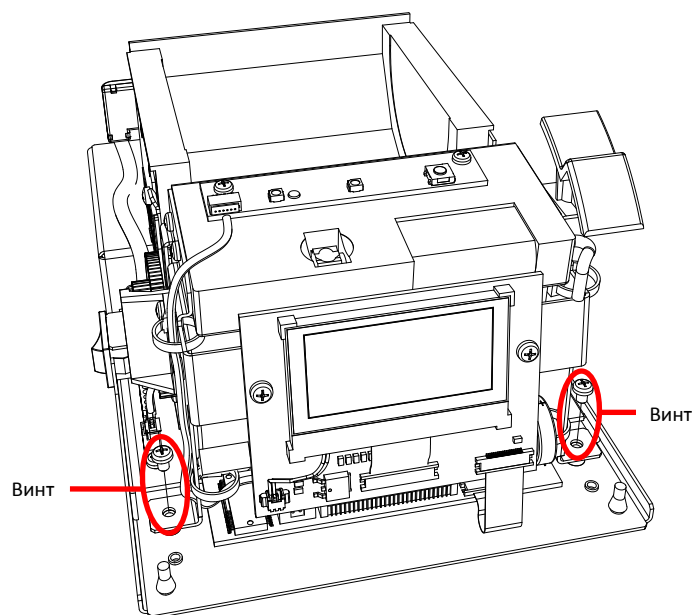

Рисунок 8. – Винты крепления узла печати.
Отсоединение печатающего механизма (см. рисунок 8, 9):
2. Открутите 2 винта (см. рисунок 8), эти винты крепят печатающий механизм к консоли.